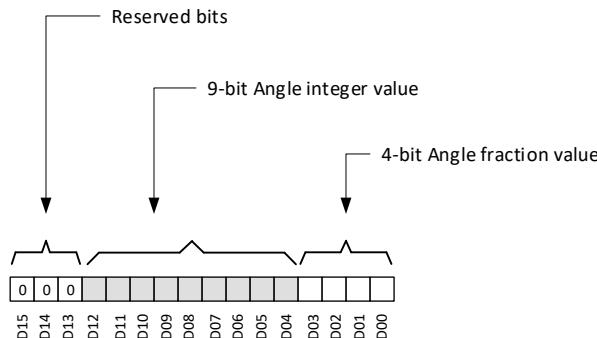

图 6-17. 角度数据定义
TMAG5273 会根据 ANGLE_EN 寄存器位设置来计算相对于一对磁轴的角度。图 6-17 显示了存储在 ANGLE_RESULT_MSB 和 ANGLE_RESULT_LSB 寄存器中的角度信息。位 D04 至 D12 存储 0 至 360 度的角度整数值。位 D00 至 D03 位存储角度分数值。3 个 MSB 位始终填充为 b000。角度可以使用方程式 14 来计算。
- D_i 是图 6-17 中所示的数据位。